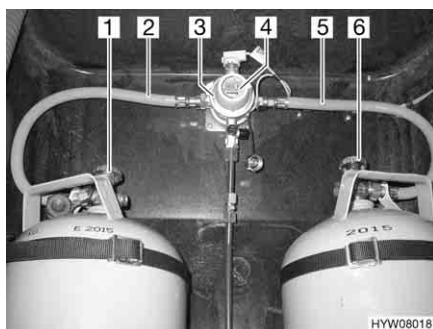
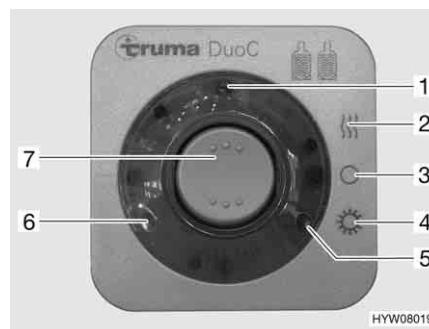

Fig. 130 Impianto di commutazione DuoControl
Fig. 131 Centralina di controllo
L'impianto di commutazione DuoControl è costituito da una valvola di commutazione (Fig. 130,3) e da una centralina di controllo (Fig. 131). La valvola di commutazione è installata tra i tubi del gas (Fig. 130,2 e 5). Con la manopola (Fig. 130,4) sulla valvola di commutazione è possibile stabilire, quale delle bombole del gas viene utilizzata come bombola in uso e quale bombola del gas viene utilizzata come bombola di riserva.
Sulla centralina di controllo (Fig. 131) possono venire azionate solo le funzioni elettriche. Le valvole principali di arresto delle bombole del gas (Fig. 130,1 e 6) devono essere aperti manualmente.
La valvola di commutazione garantisce una pressione del gas costante, indipendentemente da quale bombola provenga l'alimentazione del gas. Le due spie di controllo sulla centralina di controllo indicano il livello di riempimento della bombola in uso. Se è accesa la spia di controllo verde (Fig. 131,6), la bombola in uso è piena. Se è accesa la spia di controllo rossa (Fig. 131,5), la bombola in uso è vuota. Il rifornimento di gas avviene poi tramite la bombola di riserva.
- Aprire le valvole principali di arresto delle bombole del gas (Fig. 130,1 e 6).
- Con la manopola (Fig. 130,4) sulla valvola di commutazione (Fig. 130,3) selezionare la bombola del gas, da cui proviene la principale alimentazione del gas (bombola in uso).
- Sulla centralina di controllo (Fig. 131) attivare l'impianto di commutazione DuoControl.
Posizionare l'interruttore a bilico (Fig. 131,7) su funzionamento invernale "On e riscaldamento" (Fig. 131,2) oppure su funzionamento estivo "On" (Fig. 131,4). La valvola di commutazione è ora disareata. La spia di controllo gialla (Fig. 131,1) è accesa, se si seleziona la modalità di funzionamento invernale e l'impianto antighiaccio con regolatore è attivato.
- Portare l'interruttore a bilico (Fig. 131,7) in posizione "O" (Fig. 131,3). La spia gialla di controllo (Fig. 131,1) si spegne.
- Chiudere le valvole principali di arresto delle bombole del gas (Fig. 130,1 e 6).
Le spie di controllo sulla centralina di controllo (Fig. 131,5 e 6) segnalano all'interno del veicolo, se la bombola in uso è pronta al funzionamento.
Se la spia di controllo verde (Fig. 131,6) si spegne durante il funzionamento e la spia di controllo rossa (Fig. 131,5) si accende, significa che la bombola del gas selezionata come bombola in uso è vuota e deve essere sostituita. La bombola di riserva continua ad alimentare le utenze a gas.